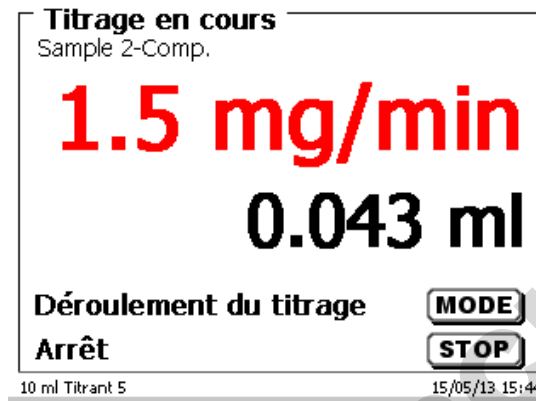

Fig. 52
- l'utilisation en ml avec la dérive en  $\mu\text{g}/\text{min}$  (Fig. 52),